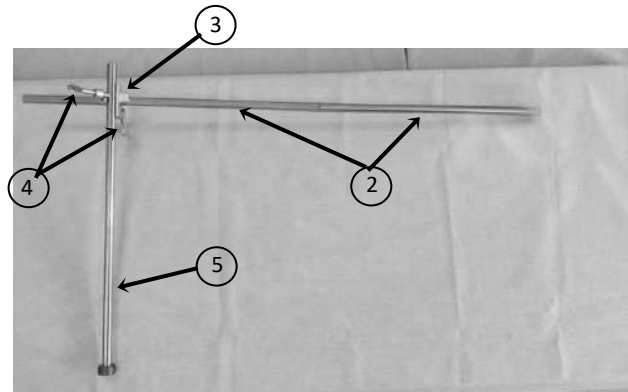

Figure 17. Jeu de réglettes assemblé
4. Visser ensemble les deux longues réglettes de métal (2) et les serrer à la main.
5. Glisser le clamp de réglette (3) sur la longue réglette métallique supérieure et le fixer à l'aide de l'une des vis à ailettes (4).
6. Insérer la réglette transversale (5) dans le clamp de réglette (3) et la fixer à l'aide de l'autre vis à ailettes (4).
7. Se reporter à la **Figure 17** pour l'assemblage de réglettes complet.